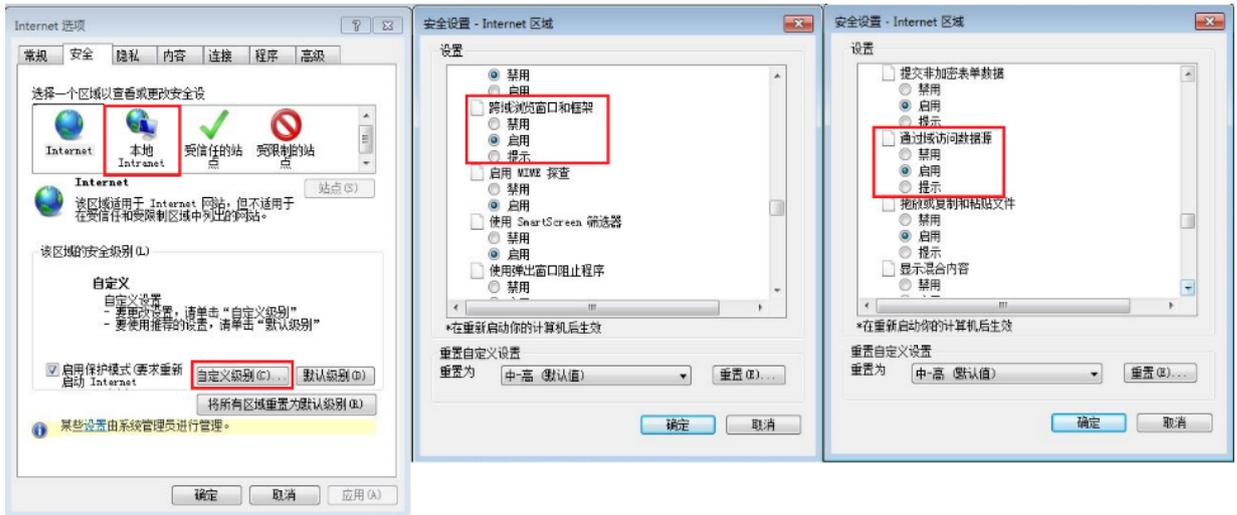

图3-54 摄像头网络设置
2. 请启用 IE 浏览器"Internet 选项"中"安全"页签上的"跨域浏览窗口和框架"和"通过域访问数据源"，如图 3-54。